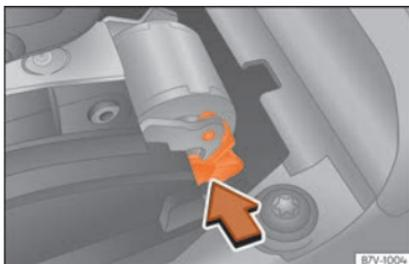

Fig. 53 Destrancagem de emergência do bloqueio da alavanca seletora.
- Pressione a alavanca de desbloqueio »» **Fig. 53** no sentido da seta e mantenha-a nessa posição.